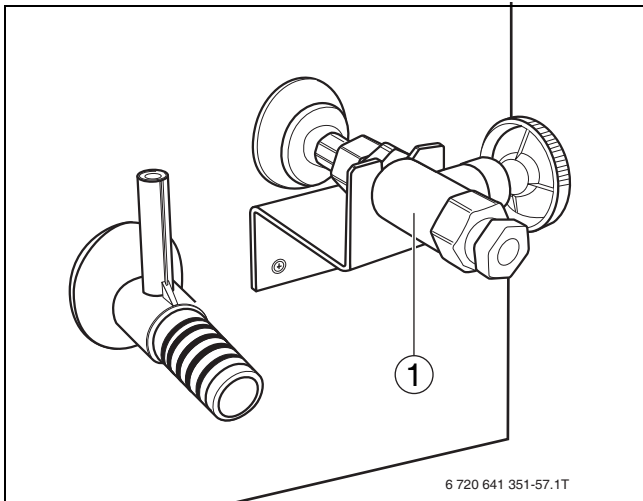

Bild 35 Öl-Absperrventil
- ▶ Ölschlauch mit der Dichtung am Öl-Absperrventil (→ Bild 35, [1]) montieren.
Außerhalb der Kesselverkleidung muss in der Ölzufuhr das Öl-Absperrventil (im Lieferumfang) installiert werden (→ Bild 35).